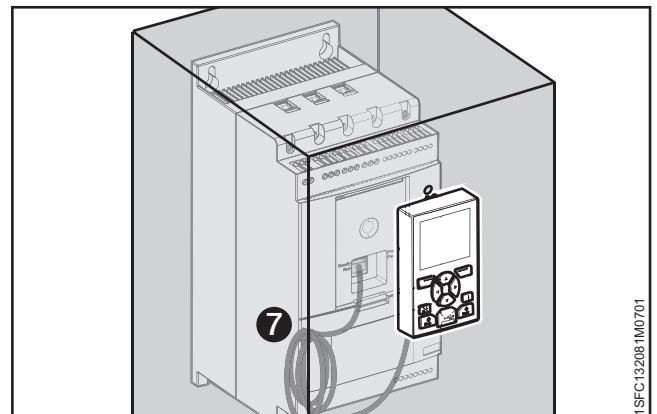

Figura 4.12
5. Asegúrese de que el cable de red esté bien insertado en los dos puertos. Evite que el resto del cable sobrante se enganche con la puerta. Consulte **7** en la **Figura 4.12**. Cierre la puerta del armario y ponga el interruptor de la tensión operativa en la posición de encendido. Asegúrese de que la interfaz de usuario externa funciona.